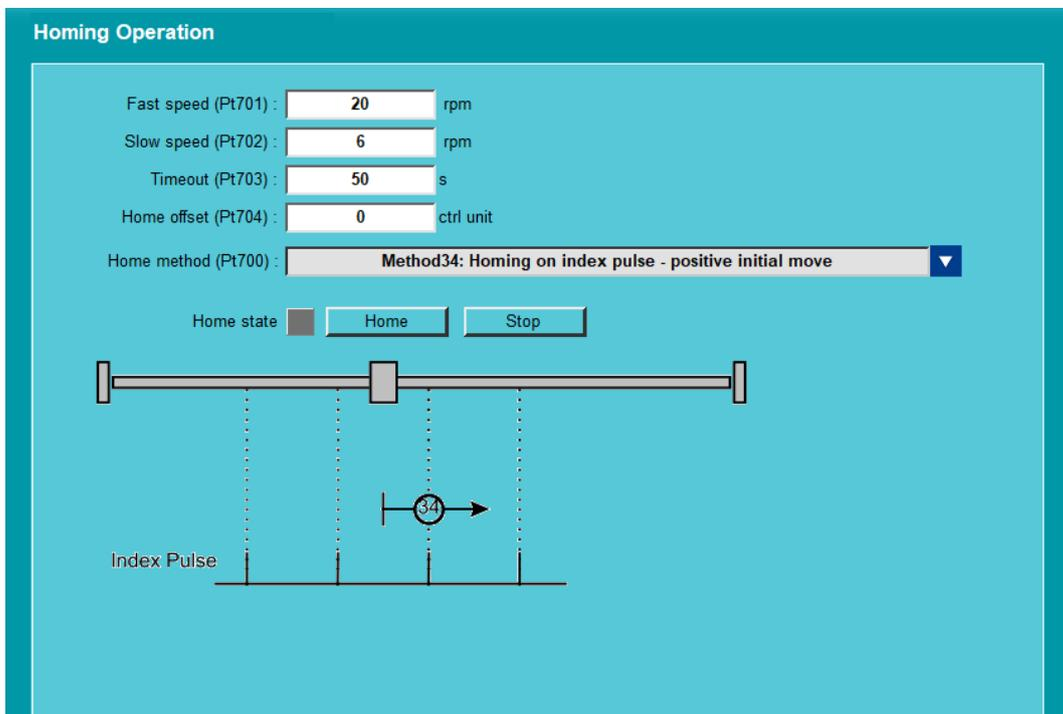

図 1.1.4.1 ホーミング変数の設定
ドライバーのオペレーティングシステム (OS) には、mHome というコマンドがあります。これは、ドライバーに組み込まれているホーミング用のコマンドです。プログラミングコードで mHome = 1 を使用すると、ホーミングメソッド 34 でインデックス信号を直接検索してホーミングが実行されます。ホーミング用の変数は、図 1.1.4.1 に示すように、Thunder の「Homing Operation」ウィンドウで設定できます。